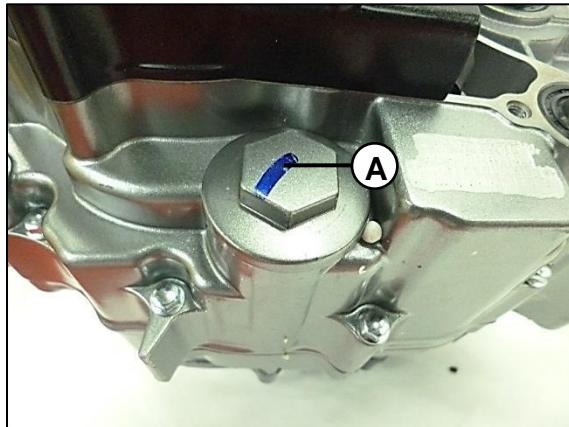

Fig. 02
Retire el tapón (A) de drenaje ubicado en la parte inferior izquierda de la carcasa central. Después de drenar el aceite, limpie el tapón de drenaje, reinstálelo. Reemplace el o-ring si este se encuentra dañado. Fig. 02